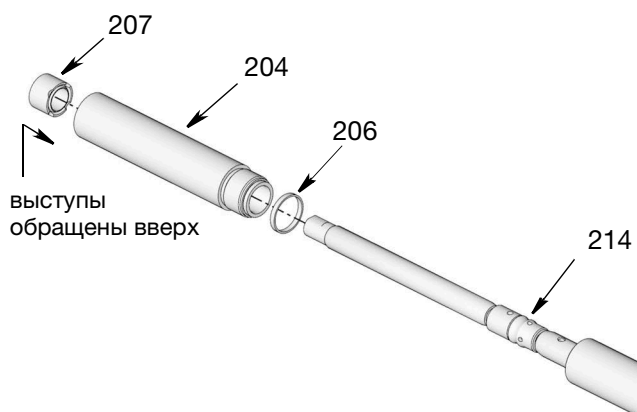

Рис. 42
11. Нанесите тонкий слой консистентной смазки на уплотнение (206) и уложите его вокруг цилиндра насоса (204) (Рис. 42).
12. Нанесите тонкий слой консистентной смазки на уплотнение поршня (214).
13. Вкрутите цилиндр насоса (204) в распорный цилиндр (205). Используйте гаечный ключ для надежной затяжки. Затяните с усилием 45–55 футов на фунт (61–74 Н-м)
14. Нанесите тонкий слой консистентной смазки на уплотнение впускного отверстия (207) и установите уплотнение с обращенными вверх выступами внутрь цилиндра насоса (204), как показано на Рис. 42.